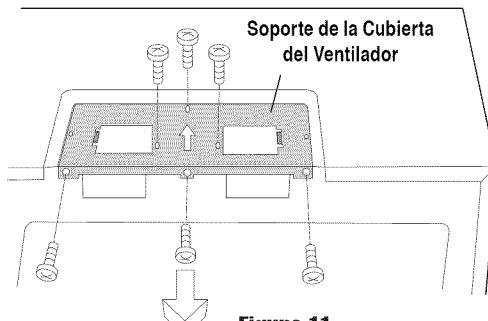

Figura 11
1. Retire y guarde 3 tornillos del borde posterior y 3 tornillos de la parte superior central de la cubierta del ventilador. Retire el soporte de la cubierta del ventilador deslizándolo en la dirección contraria de la flecha que aparece en el soporte, como se muestra en la Figura 11.